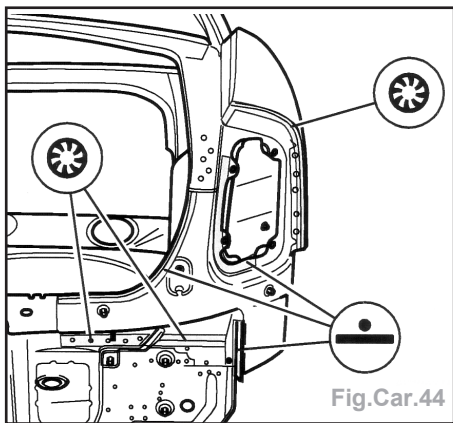

Fig.Car.44
- Soudure ponctuelle des supports de feux AR (Fig.Car.44).